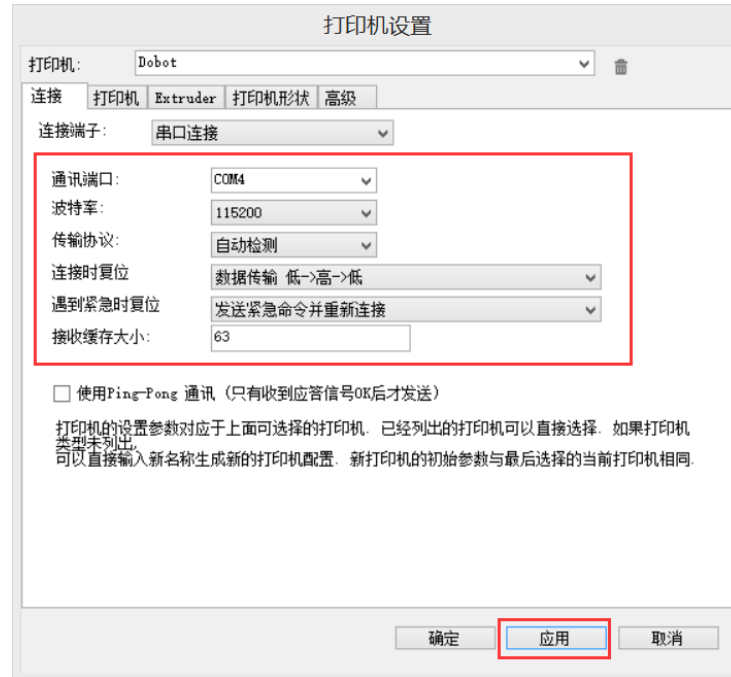

图 5.109 连接设置
2. 在“连接”页签按图 5.109红框所示设置参数，其余保持默认值即可。